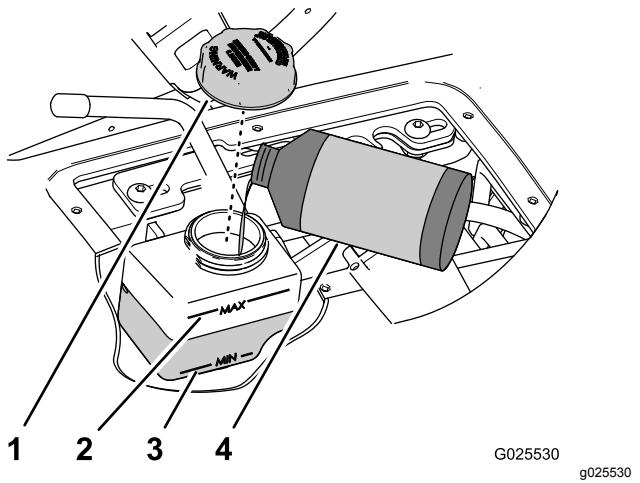

Рисунок 61
- Проверьте уровень рабочей жидкости в бачке цилиндра управления скоростью (Рисунок 61).
- Начисто протрите зону вокруг крышки бачка (Рисунок 61).
- Снимите крышку с заливной горловины бачка (Рисунок 61).
- Залейте рабочую жидкость указанного типа, чтобы ее уровень находился посередине между отметками Min и Max на боковой поверхности бачка (Рисунок 61).
- Установите крышку, затянув от руки (Рисунок 61).